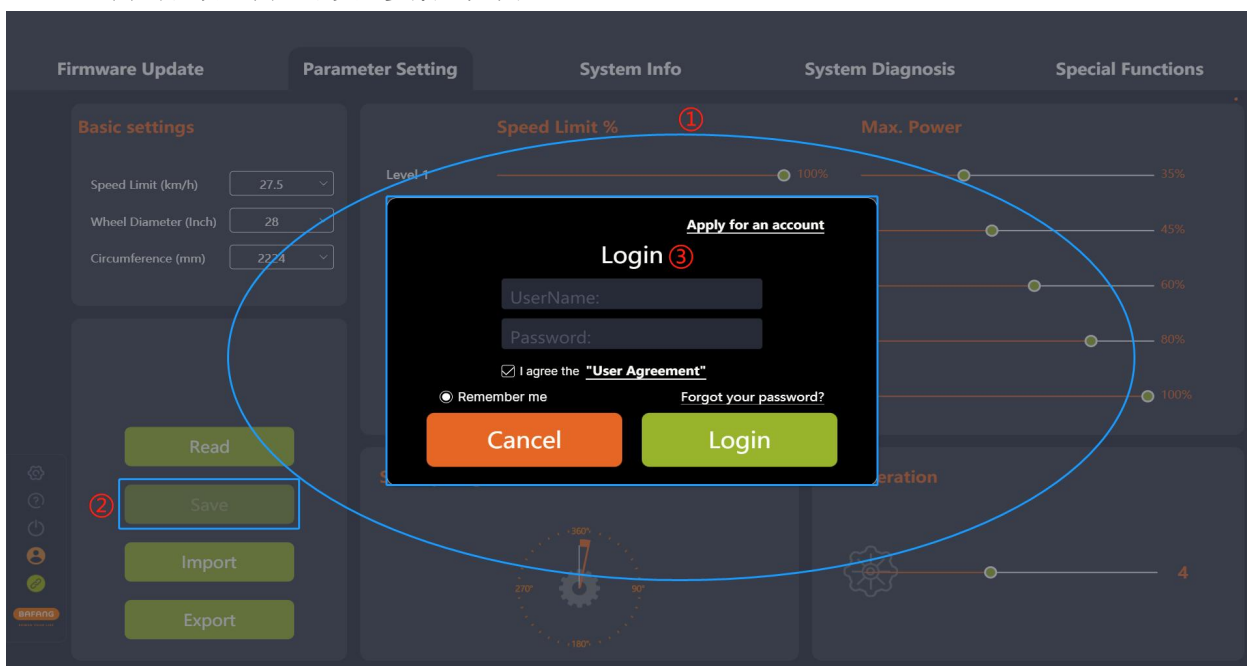

图 5-5 登录
- (1) 读取成功后，拉动滑动条来调整参数；
- (2) 参数调整完毕后，点击“设置”，将当前参数保存到控制器中；
- (3) 如未登录会弹出登录界面，提示用户登录（如图 5-5）。注意：未登录的情况下，无法进行参数设置；